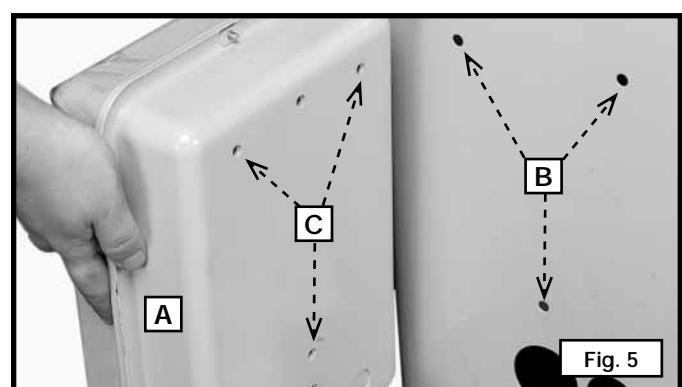

Fig. 5
1. Coloque una arandela de bloqueo de 19,05 mm (1/4") en un tornillo de cabeza hexagonal 1/4-20x12,7 mm (1/2"). Agregue una arandela plana de 19,05 mm (1/4"). Desde la parte posterior interna del gabinete de la sierra, inserte el tornillo y las arandelas en el orificio (B) Fig. 5, en el gabinete. Repita este procedimiento con los dos tornillos restantes.
2. Coloque la caja del sistema de arranque en su lugar de manera que los tornillos encajen en los tres orificios roscados (C) Fig. 5. Fije la caja del sistema de arranque en su lugar.